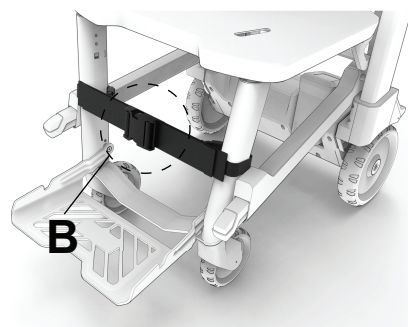

Figura 29 – Ligue a fivela de libertação lateral de ajuste duplo
2. Enrole as correias à volta dos tornozelos do doente. Ligue a fivela maior de libertação lateral de ajuste duplo (B) (Figura 29).